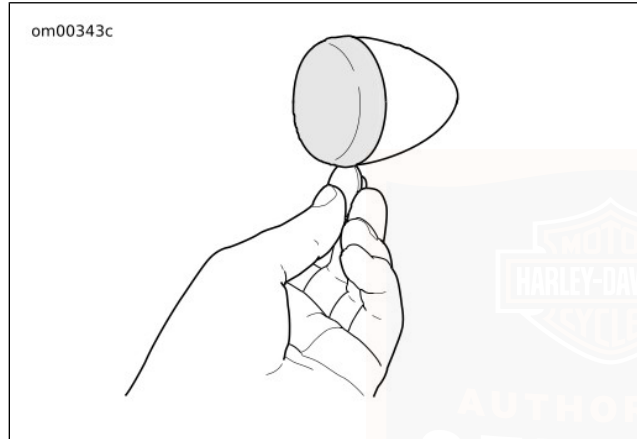

Figura 59. Rimuovere la lente
1. Vedere Figura 59. Inserire una moneta o la lama di un piccolo cacciavite nella tacca al fondo della cornice della lente. Far leva attentamente finché la cornice della lente non scatti fuori dal guscio della luce.